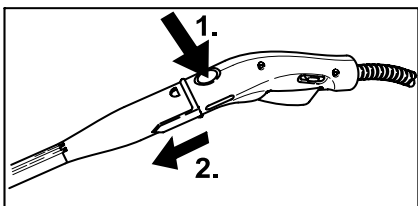

Рисунок 6
- У разі необхідності застосуйте подовжувальні трубки (G1). При цьому одну або обидві подовжувальні трубки приєднайте до парового пістолета (С1) (див. рис. 6). Необхідну насадку (D1, E1, H1) приєднайте до вільного кінця подовжувальної трубки.